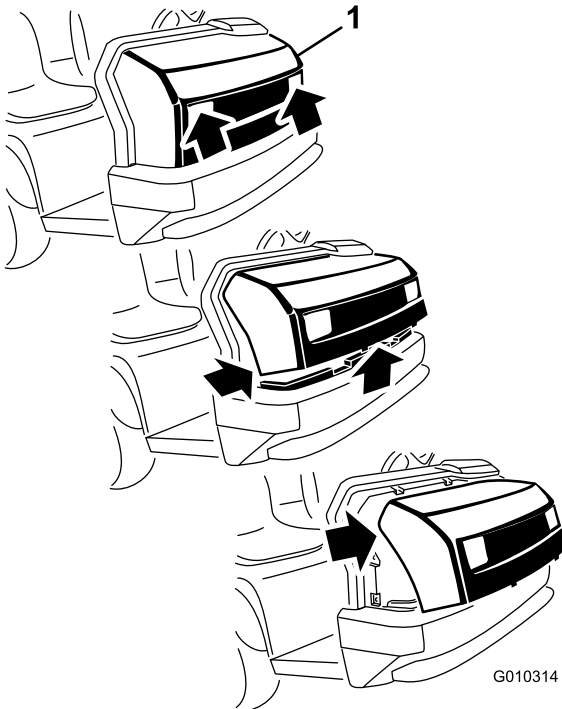

Figure 38
3. Pivotez le haut du capot en avant et débranchez les connecteurs des fils qui sont reliés aux phares (**Figure 38**).
1. Saisissez le capot par les ouvertures des phares et soulevez-le pour dégager les pattes de fixation inférieures des fentes du cadre (**Figure 38**).
2. Faites pivoter le bas du capot vers le haut jusqu'à ce que vous puissiez dégager les pattes de fixation supérieures des fentes du cadre (**Figure 38**).